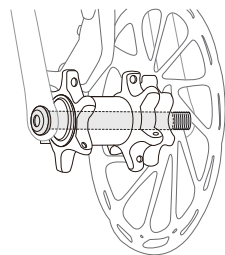
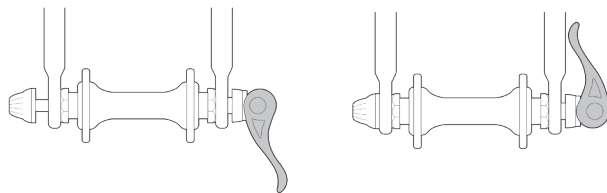

Figure 8
Figure 5
Il existe plusieurs méthodes différentes pour fixer les roues au cadre : la méthode traditionnelle qui s'appliquait encore sur les vélos à freins sur jante (voir Figure 5), la broche à dégagement rapide (QR). Peut être trouvé sur les vélos de banlieue ou de style de vie (voir Figure 6), la brochette et l'écrou d'essieu (voir Figure 7). La méthode moderne sur la plupart des vélos à freins à disque (voir Figure 8), axe traversant.